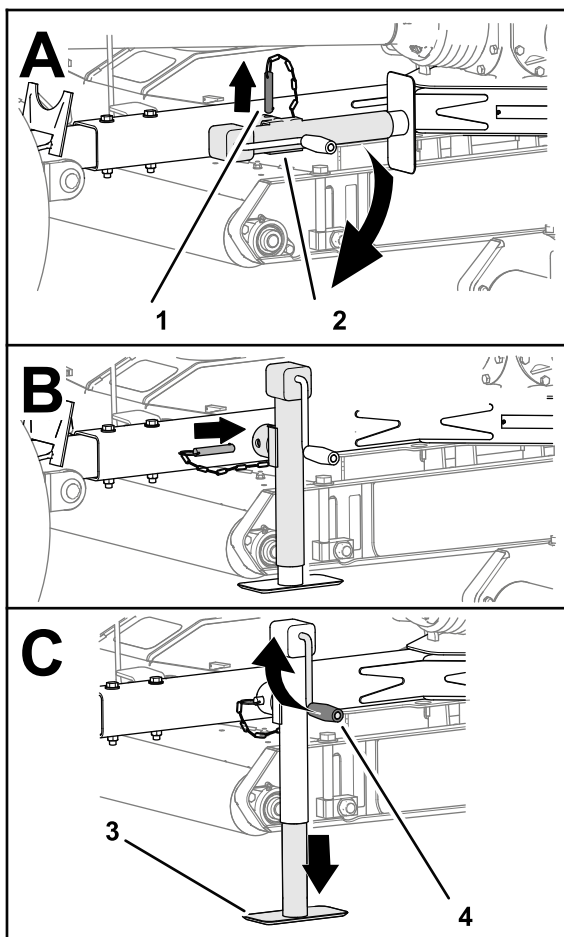

Figura 23
3. Rimuovete il perno e ruotate in verticale il martinetto della barra di traino (Figura 23).
4. Allineate il foro nella barra di traino con il foro nel martinetto (Figura 23).
5. Inserite il perno attraverso i fori nella barra di traino e nel martinetto (Figura 23).
2. Ruotate la stegola del martinetto per sollevare completamente il cuscinetto del martinetto; fate riferimento alla Figura 23 in Utilizzo del martinetto della barra di traino (pagina 17).